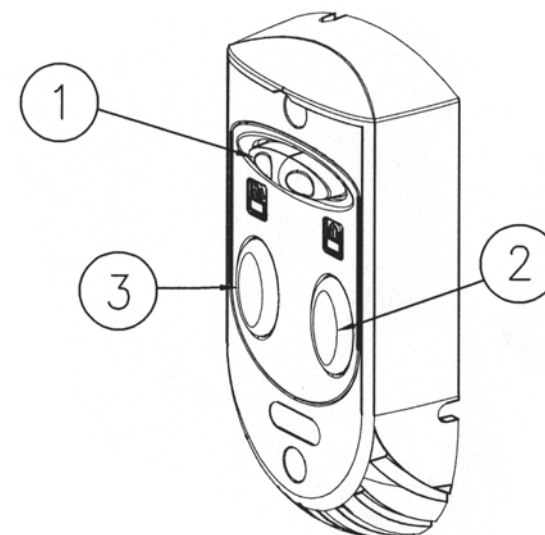

Fig. 5-5
6. Caractéristiques de la console murale (Fig. 5-5).
6. Características de la consola de pared (Fig. 5-5)
6. Wall Console features (Fig. 5-5)